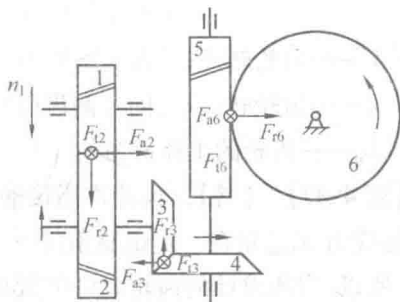

图 4.14
【题 4.92】 【解】 (1) 为使各中间轴上传动件轴向力相互抵消一部分,斜齿轮 1 为左旋,斜齿轮 2 为右旋,蜗杆 5 和蜗轮 6 都为右旋,如图 4.14 所示。
(2) 斜齿轮 2、锥齿轮 3 及蜗轮 6 所受各力及方向如图 4.14 所示。
(3) 各传动件的转动方向如图 4.14 所示。